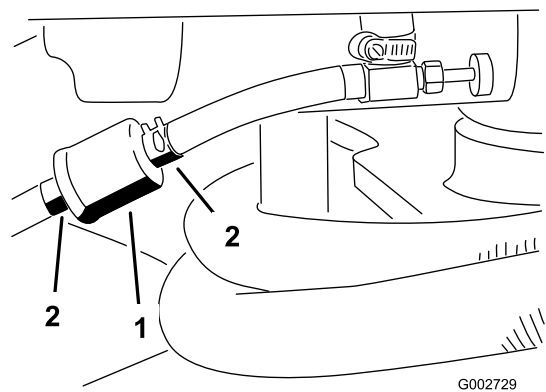

Figura 31
1. Feche a válvula de bloqueio do combustível, liberte a braçadeira de tubos que se encontra no carburador, na zona do filtro, e retire a tubagem de combustível do filtro (Figura 31).